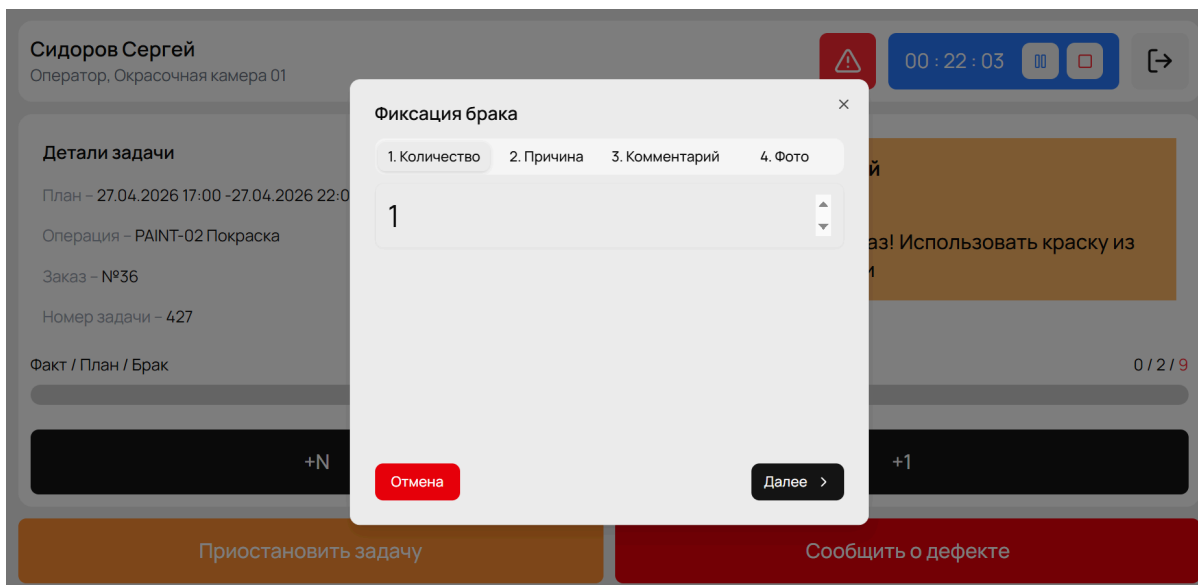

Рисунок 9 - Фиксация брака
2. В открывшейся форме последовательно заполните (Рисунок 9):